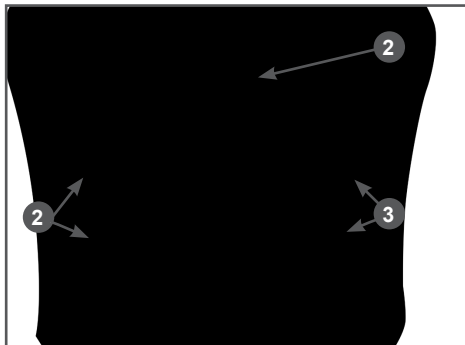

Рис. 24 Обслуживание ремня привода
4. Проверьте состояние ремня 1 (Рис. 24). Если ремень протерт, надорван или заметны иные повреждения, немедленно замените его.